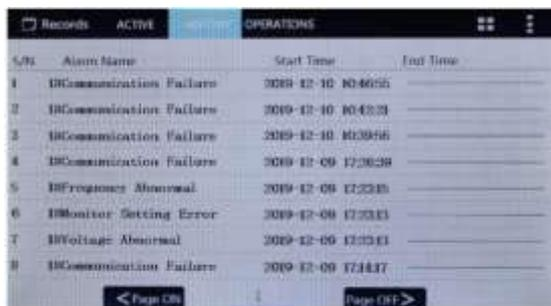

Fig. 3-12 Pantalla Histórico de Alarmas
- Haga clic en el botón **"RECORDS"** en la pantalla principal para ingresar a la pantalla de información de alarma (Fig. 3-12). El usuario puede verificar la información de alarma activa, la información de alarma del historial y las operaciones.